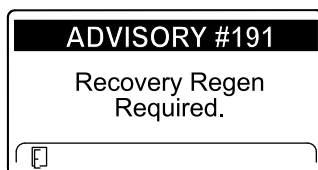

Figura 51
- AVISO N° 190 – Regeneración estacionaria necesaria – Toma de fuerza deshabilitada (Figura 51).